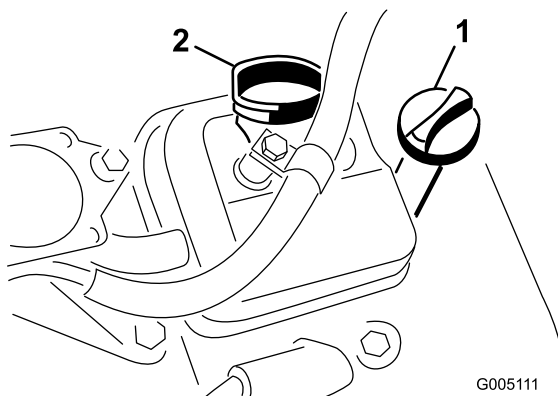

Figura 25
3. Enrosque la varilla en el tubo asegurándose de que entre a tope (Figura 25).